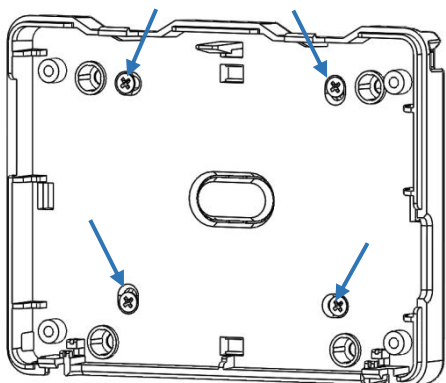

Fig. 4. Montaje de la carcasa con el uso de tornillos y tacos.
- Con el uso de tornillos y tacos (no incluidos en el kit), que permiten apretar la carcasa al suelo – fig. 4.